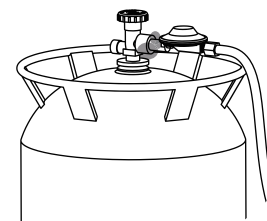

Abbildung 18
2. Tragen Sie einige Tropfen der Lösung auf die Verbindung zwischen dem Ventil der Gasflasche und dem Regler auf (siehe Abbildung 18).